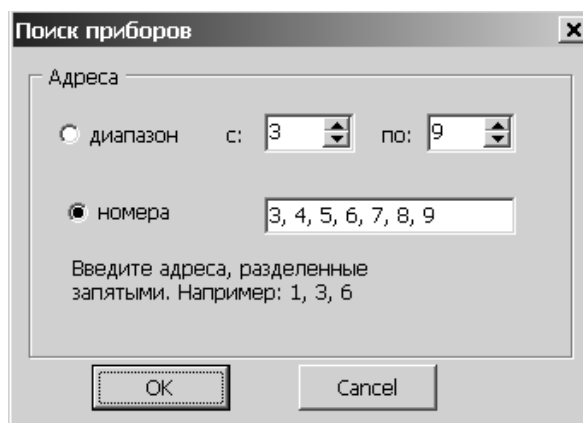

Рис.5. Вид окна «Поиск приборов».
2.4.1.3. Для программного подключения требуемых модулей КПИ нажать кнопку **Поиск** и в появившемся окне **Поиск приборов** (рис.5) установить адреса модулей КПИ.